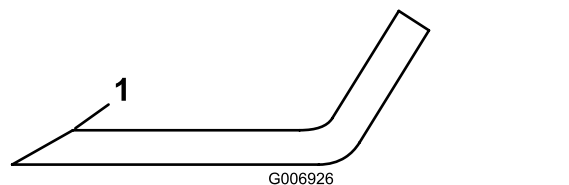

Figure 72
- Examinez les tranchants de toutes les lames. S'ils sont émoussés ou ébréchés, affûtez uniquement le haut du tranchant et conservez l'angle de coupe d'origine pour obtenir une coupe nette (**Figure 72**).